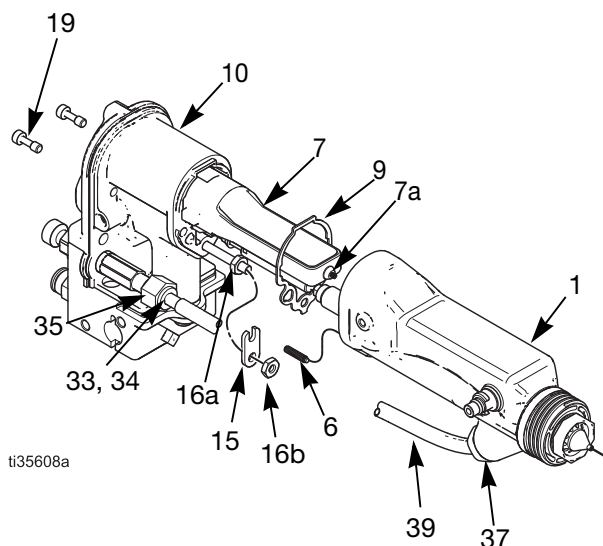

FIG. 27. Installation du canon
1. Assurez-vous que le joint (9*) et le ressort de mise à la terre (6) sont bien en place et que les orifices d'air du joint sont correctement alignés. Remplacez le joint s'il est endommagé.
2. Assurez-vous que le ressort (7a) est en place à l'extrémité de l'alimentation électrique (7). Voir FIGURE 27. Appliquez généreusement de la graisse diélectrique sur l'extrémité de l'alimentation électrique. Placez le canon (1) sur l'alimentation électrique et sur le corps du pistolet (10).
3. Serrez les deux vis (19) du canon uniformément et en diagonale (d'environ 1/4 de tour après la mise en contact ou de 2,3 Nm (20 ± 5 po.-lbs). Ne pas trop serrer.